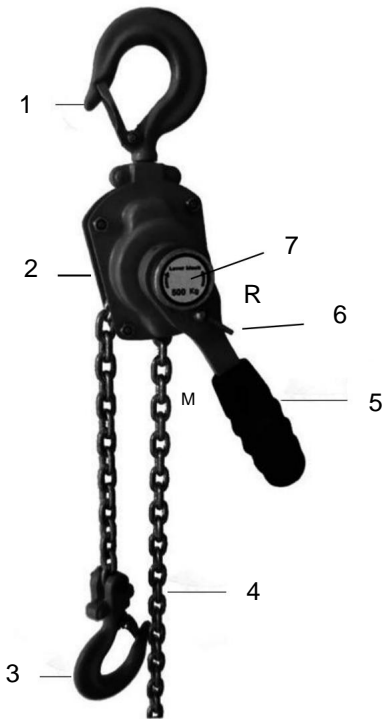

Abb. 1
10. Anweisungen zum Schalthebel: (Abb. 1)